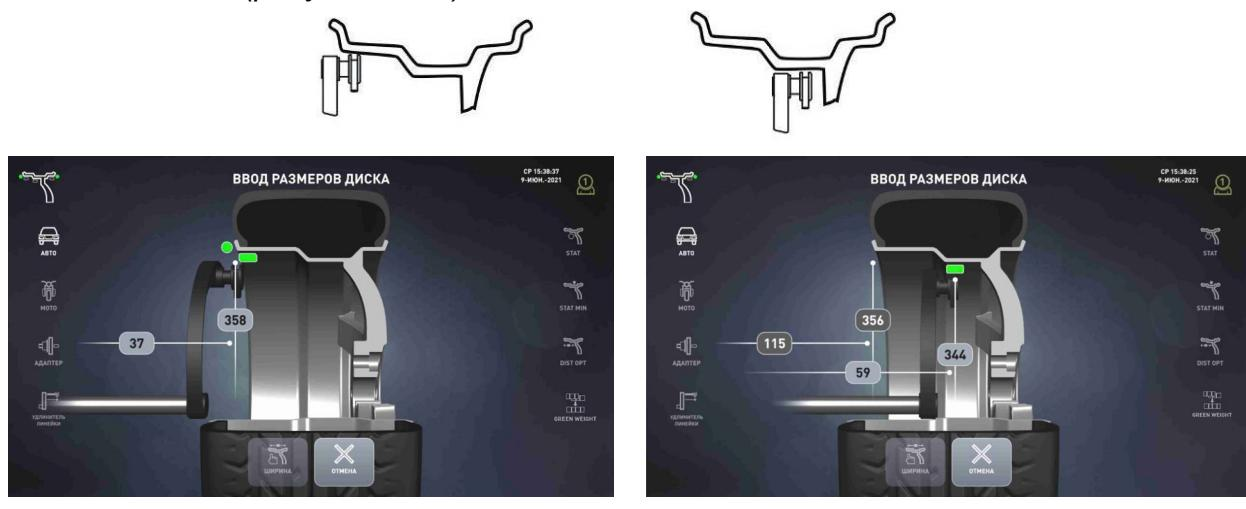
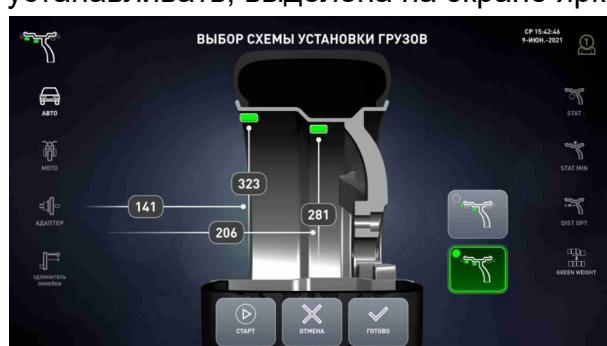

Рисунок 6.9 – Ввод размеров
Рисунок 6.10 – Схемы установки грузов
*Ввести размеры. Для этого наконечник первой линейки подвесить к месту предполагаемой установки левого груза – ободу колеса – и держать там до звукового сигнала (рисунок 6.9 а).*
*Затем подвесить эту же линейку к месту установки правого груза (рисунок 6.9 б), дождаться звукового сигнала и появления на экране схем установки грузов (рисунок 6.10).*